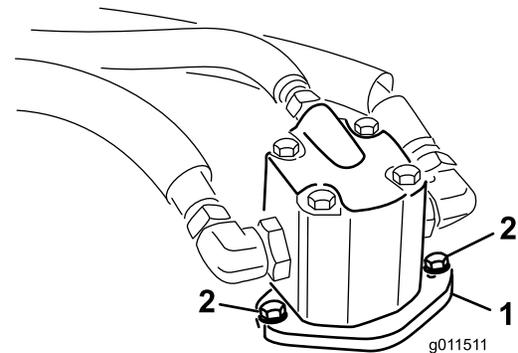

Figura 70
4. Retire os parafusos que fixam o motor hidráulico à unidade de corte (Figura 70). Levante o motor da unidade de corte e coloque-o na zona superior da unidade de corte.